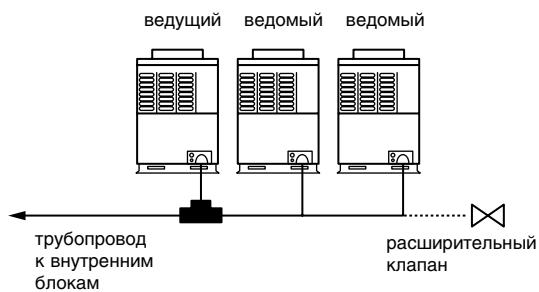
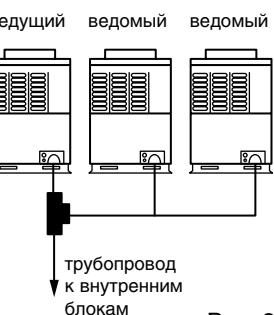

Рис. 1
Рис. 3
- (1) Ведущий блок должен непосредственно подключаться к основному трубопроводу (рис. 1).
- (2) Однако, как показано на рисунке 2, можно подключить к основному трубопроводу Т-образный разветвитель, а к нему непосредственно два наружных блока. Разветвитель приобретается отдельно.
- (3) Правильно выберите направление подключения Т-образного разветвителя. Как показано на рис. 3, нельзя подключать разветвитель таким образом, чтобы хладагент из основного трубопровода попадал непосредственно в ведущий блок.